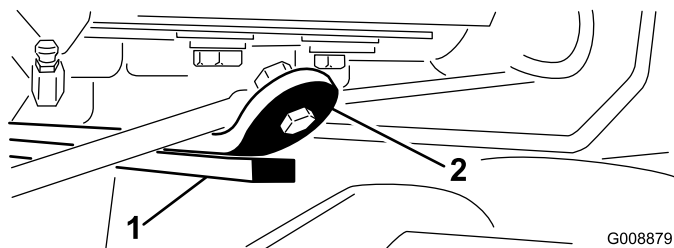

Figura 13
- Avviate il motore, sollevate gli apparati di taglio e verificate che il gioco tra la cinghia di usura sopra la barra di usura dell'apparato di taglio posteriore e la cinghia paracolpi sia di 0,51-2,54 mm (Figura 13).